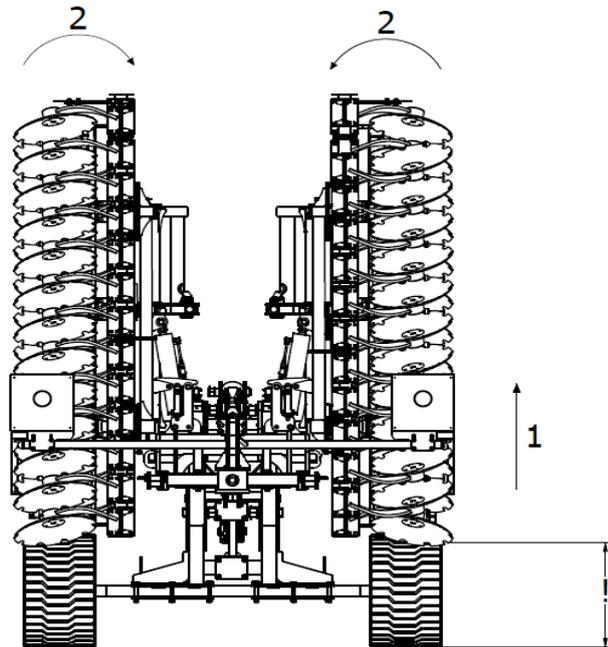

Fig. 20 Étapes du dépliage de la machine : 1 - machine levée au maximum, 2 - bras latéraux repliés en position « fermée ».
1. Commencer par lever la machine au maximum pour s'assurer que les bras pliables ne frappent le sol lors de l'opération (fig. 20).
2. Ensuite, replier les bras latéraux à la position « fermée » (pliée) à l'aide d'un système de verrouillage hydraulique afin de s'assurer que le verrouillage se déverrouillera et permettra ensuite de déplier les bras latéraux. Cette action est indispensable pendant chaque dépliage (« ouverture ») des bras de la machine (fig. 20).